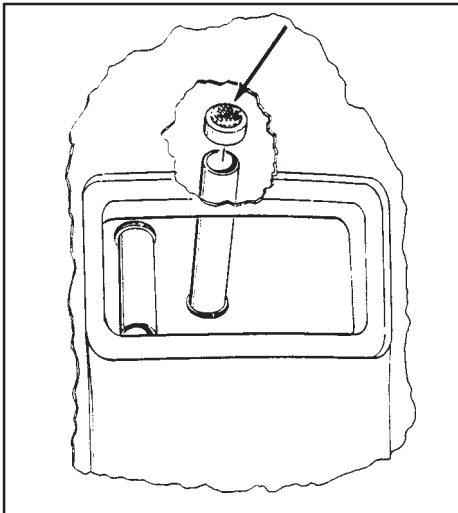

Figure 4
9. Remove any lint on the vacuum intake screen. The screen is located behind the recovery lid and on the end of the stand pipe. (See Figure 4)
9. Enlever tout dépôt de fibres et peluches sur le filtre de la pompe d'aspiration. Ce filtre se trouve à l'extrémité du tuyau fixe, derrière le couvercle du réservoir de récupération. (Voir Fig. 4)